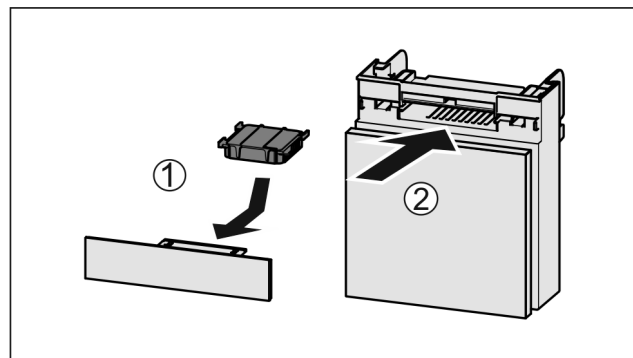

Fig. 181
- Insérer le filtre à charbon actif d'après le schéma Fig. 181 (1).
- Insérer le compartiment Fig. 181 (2).